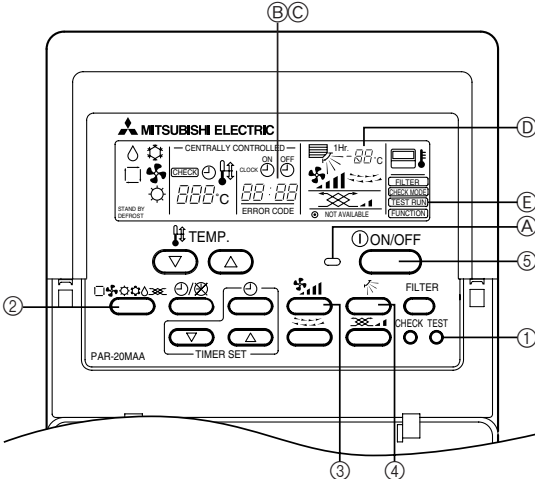

Fig. 7-1
7. Prova di funzionamento (Fig. 7-1) 37